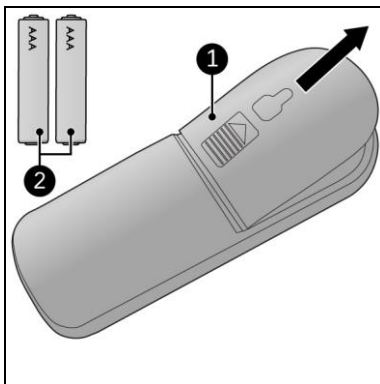

Figure 13
1. Retirez le couvercle (figure 13, pos. 1).
3. Insérez deux piles (AAA 1,5 V) (figure 13, pos. 2) comme indiqué dans le compartiment à piles. Veillez à insérer les piles correctement.
5. Retirez les piles (figure 13, pos. 2) de la télécommande.